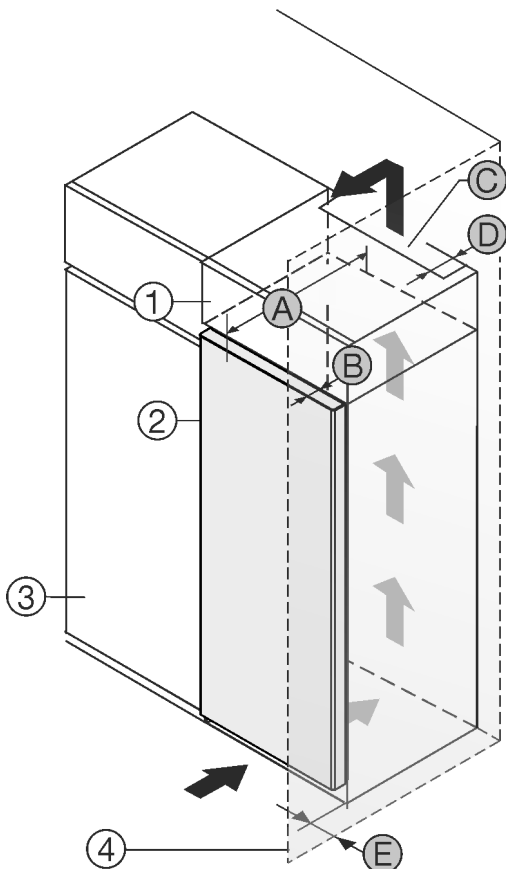

Fig. 1
Urządzenie można ustawić bezpośrednio obok szafki kuchennej Fig. 1 (3).\*
Urządzenie ustawiać z odstępem 5 cm między urządzeniem a szafką kuchenną Fig. 1 (3).\*
Na tylnej ściance szafki nasadzonej wymagany jest wywiejny kanał wentylacyjny o głębokości Fig. 1 (D) na całej szerokości szafki.\*
Pod sufitem pomieszczenia należy zachować przekrój wentylacyjny Fig. 1 (C).\*
Jeżeli urządzenie będzie ustawiane z zawiasami do ściany Fig. 1 (4), to pomiędzy urządzeniem i ścianą należy zachować minimalny odstęp, wynoszący 40mm. Na taką odległość wystaje klamka przy otwartych drzwiach.\*